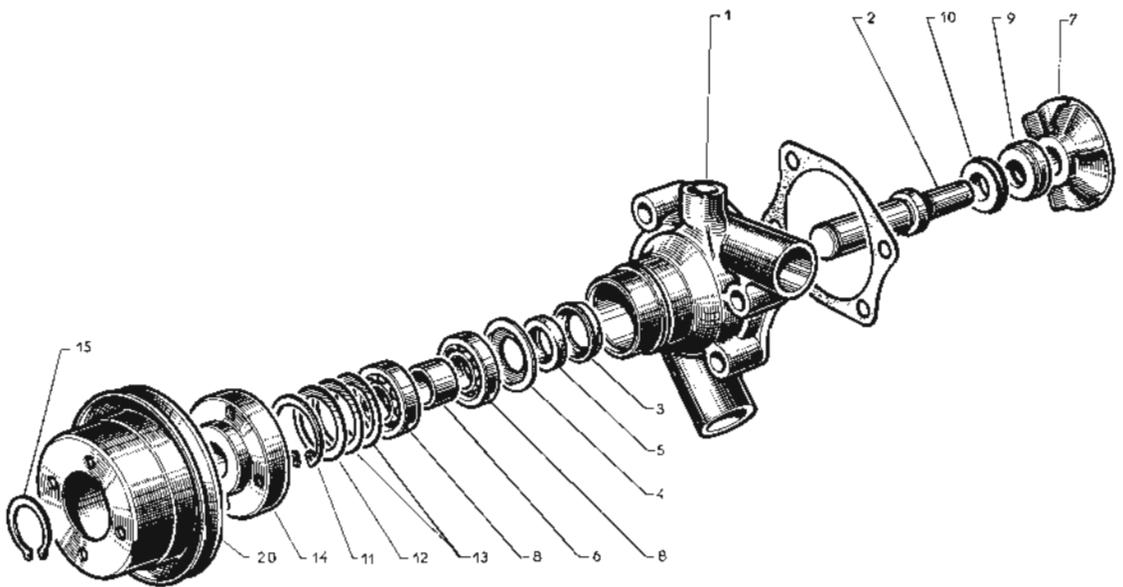
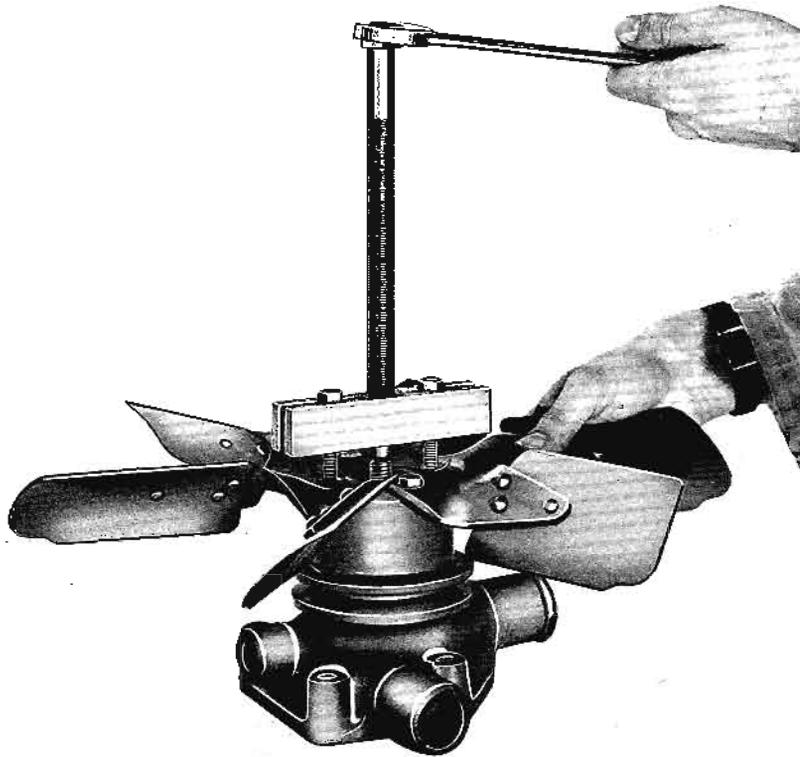

Fig 3
Fig 4
Voir la figure 3 - Empilage des pièces d'une pompe montée sur couvercle de distribution.
- 1° - Séparer du corps de pompe la poulie et le ventilateur. Dans certains cas, il est nécessaire de déposer d'abord le ventilateur. Utiliser extracteur et montage qui conviennent. Voir les figures 4 et 5.
- Monter le roulement (8) figure 3 sur le côté le plus gros de l'axe (2), la partie blindée du roulement côté épaulement de l'axe.
- Monter derrière le roulement sur la partie épaulée de l'axe, la rondelle (4) en laiton de protection de feutre, le grand diamètre s'appuyant sur la cage extérieure du roulement.
- Monter le feutre (5) contre la rondelle en le suiffant.
- Prendre le corps de pompe (1) et monter à l'intérieur, côté du logement des roulements, la cage de laiton (3). Elle s'emboîte dans le petit alésage, son épaulement côté roulement.
- Monter l'entretoise (6) sur l'axe puis emmancher le deuxième roulement (8), le côté blindé vers l'extérieur et mettre le circlip (11) de retenue de l'ensemble ; ce dernier doit se mettre en place facilement. Utiliser les rondelles entretoise (12 ou 13) si nécessaire.
- Monter le moyeu de la poulie (14) à la presse, bien d'aplomb, en appui sur l'épaulement de l'axe. Le moyeu de la poulie vient buter sur le roulement.
- Monter la partie fixe du joint Cyclam (10) dans son logement dans le corps de la pompe, en mouillant le joint à l'eau, le côté graphité orienté vers la turbine. Attention ne pas rayer cette portée ; la nettoyer parfaitement avant de continuer le montage.
- Monter sur l'axe , à l'eau sans dégraisser, la partie tournante du joint Cyclam (9), la petite extrémité côté turbine.
Le rotor a deux fonctions principales : pompage et distribution. Voir la figure 4. Vue en section du rotor comprenant les 2 pistons, les galets et l'anneau porte-cames.
La partie "pompe" comporte un alésage transversal dans lequel se meuvent deux pistons libres opposés (fig. 3). Elle tourne à l'intérieur d'un anneau à cames (fig. 4) fixé sur la tête hydraulique, anneau dont les bossages agissent sur les pistons par l'intermédiaire de galets fixés à l'extrémité de ceux-ci.
Dans une première phase, le rotor entraîné par le moteur présente l'un de ses canaux d'admission devant un canal d'arrivée de combustible porté par la tête hydraulique. Le combustible circulant sous pression, grâce à un dispositif annexe qui n'est autre qu'une pompe à "palettes" placée en bout de rotor, pénètre alors jusqu'aux pistons qu'il force à s'écarter. C'est la phase admission (fig. 3 et 5).
Le rotor continuant à tourner, les canaux d'admission se referment tandis que le canal de refoulement se présente en face d'un des canaux de sortie percés dans la tête hydraulique. A ce moment précis, les pistons sont violemment rapprochés l'un de l'autre, sous l'effet des bossages de l'anneau à cames. Le combustible est alors expulsé à haute pression vers l'injecteur choisi. C'est la phase "injection" (fig. 3 et 5).